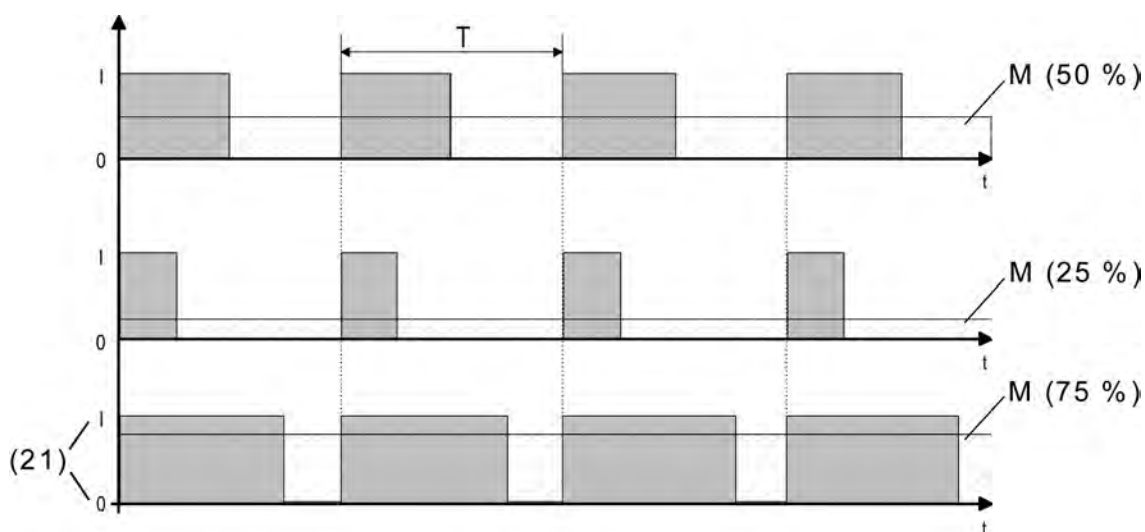

Bild 58: Pulsweitenmodulation eines Ventil-Ausgangssignals
Sobald der Raumaktor eine stetige Stellgröße oder einen in der ETS konfigurierten stetigen Ventil-Sollpositionswert an einem Ventilausgang einstellen soll, moduliert er das Ausgangssignal über die Einschalt-Pulsweite. Der aus dieser Modulation resultierende Mittelwert (M) des Ausgangssignals ist unter Berücksichtigung der im Aktor einstellbaren Zykluszeit (T) ein Maß für die gemittelte Ventilstellung des Stellventils und somit eine Referenz für die eingestellte Raumtemperatur (Bild 58).